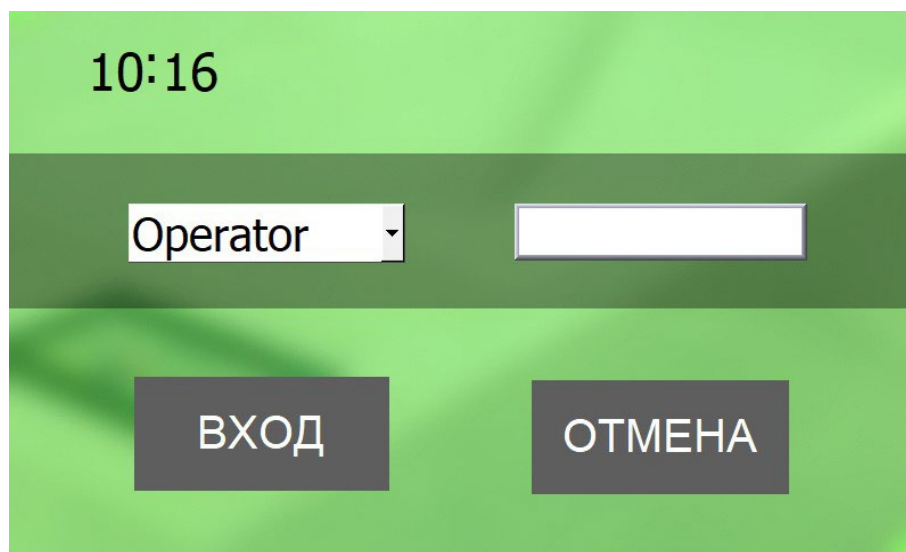

Рисунок 17.
9.1. При нажатии кнопки «НАСТРОЙКА» появляется окно ввода пароля (**Рисунок 17**).